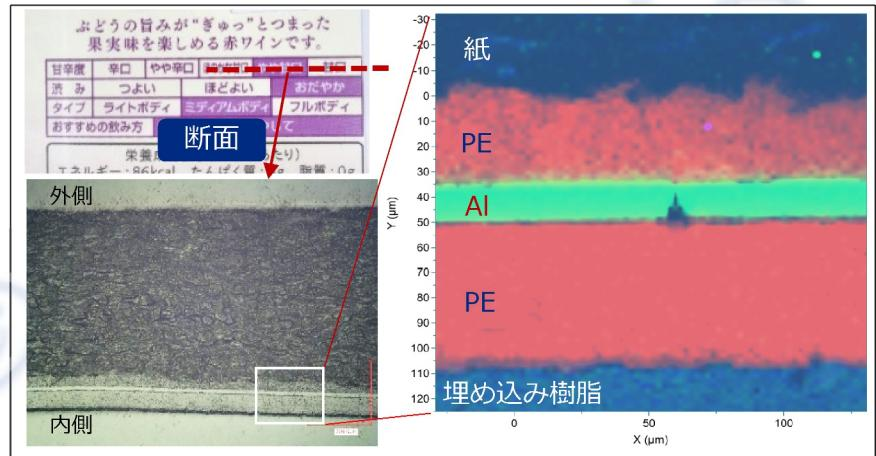

Fig.1 紙パック断面イメージング
■ 紙パックの外側と内側には耐水性を付加するためポリエチレンフィルムが貼られています。内側についてイメージング分析を行うと、ポリエチレンフィルムの内側にはアルミニウム層があることがわかります(Fig.1)。アルミニウム箔の存在により、光や酸素などを通しにくくなり、内容物の劣化を防ぐことができます。